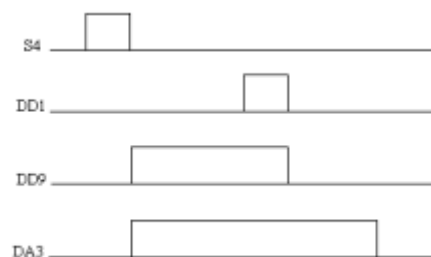

Рис.6. Временная диаграмма работы схемы управления АЦП
2. Убедитесь в работоспособности АЦП. При правильной сборке порядок срабатывания элементов управления должен соответствовать временным диаграммам, приведенным на рис.6. Для удобства, при выполнении данного пункта, можно уменьшить частоту тактового генератора до 10 Гц.